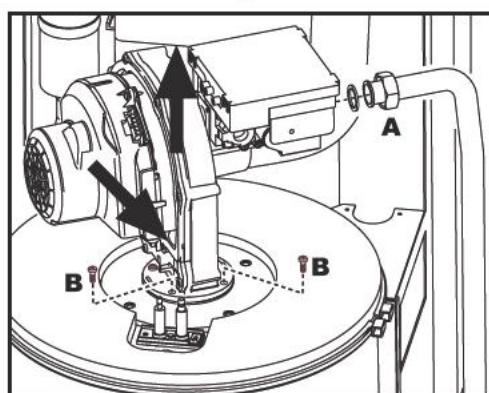
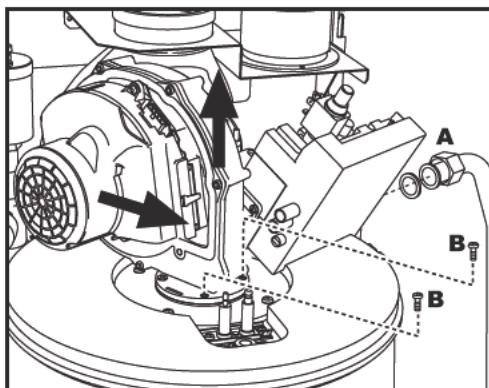

рис. 30 - Модель ENERGY TOP W 70 - W 80
рис. 31 - Модель ENERGY TOP W 125
4. Развиньте хомут "A" крепления газового клапана (рис. 30 и рис. 31).
5. Открутите два винта "B" и демонтируйте блок вентилятора, как указано на рис. 30 для модели ENERGY TOP W 70 - W 80 и на рис. 31 для модели ENERGY TOP W 125.